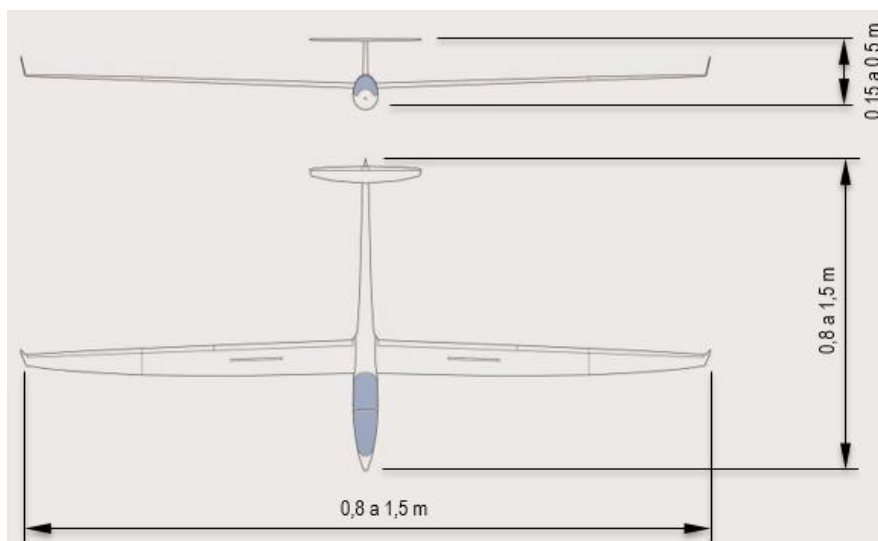

Figura 1: Dimensões mínimas e máximas
- Compartimento de carga interno com dimensões suficientes para comportar a carga pré-definida, conforme descrito no item **CARGA ÚTIL**. Além disso, o planador deverá ter dimensões mínima e máxima, medidas dos pontos mais extremos da aeronave (ilustradas na figura 1), entre: